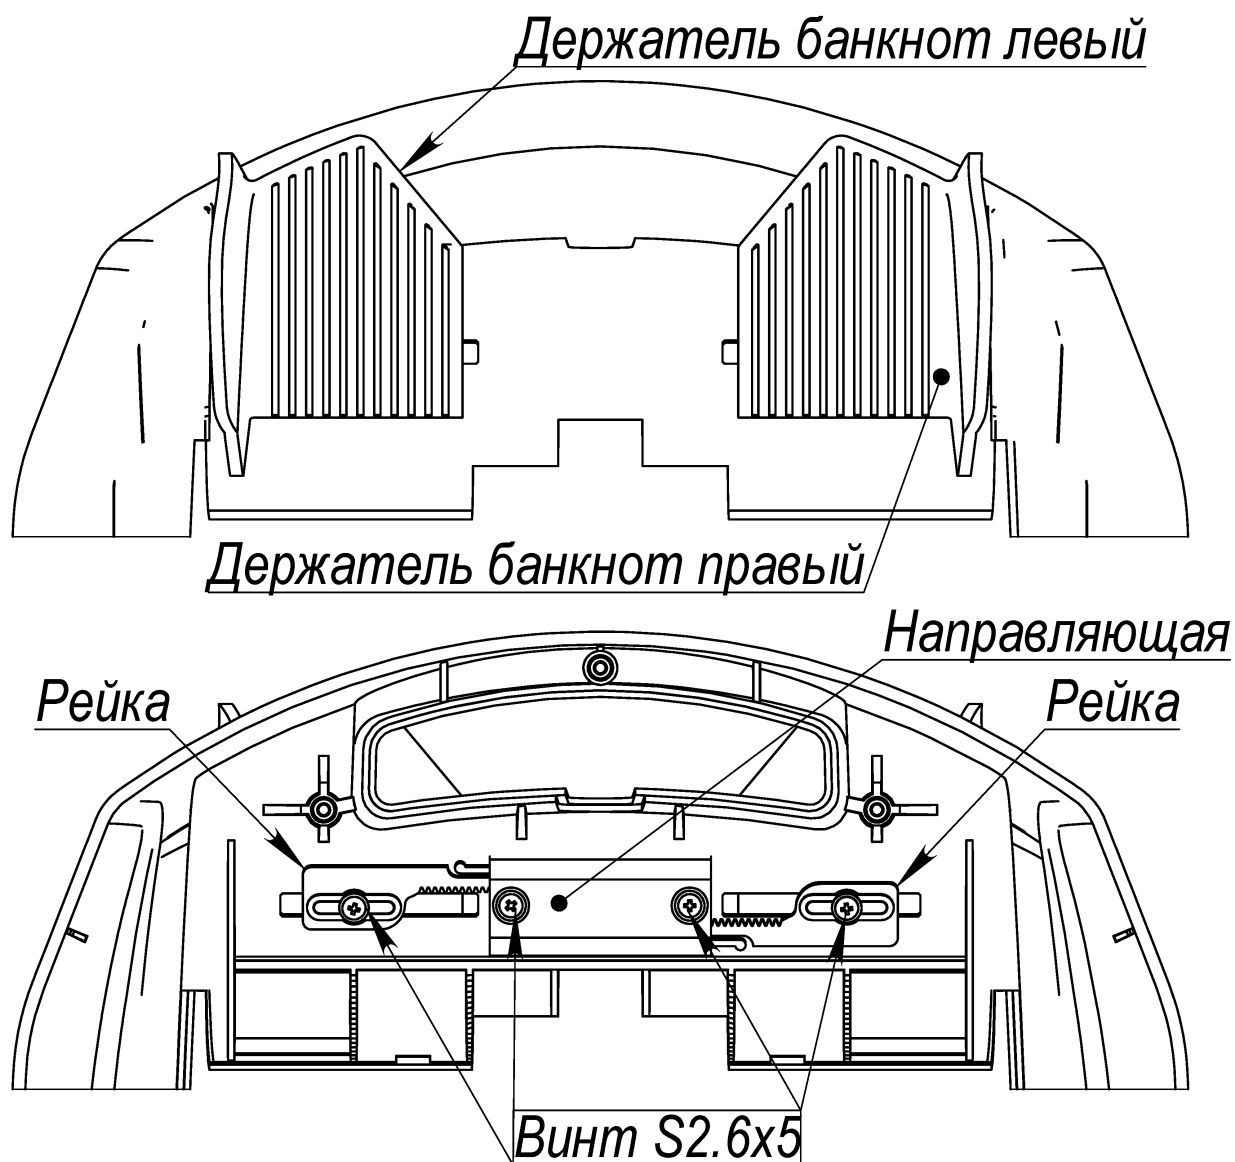
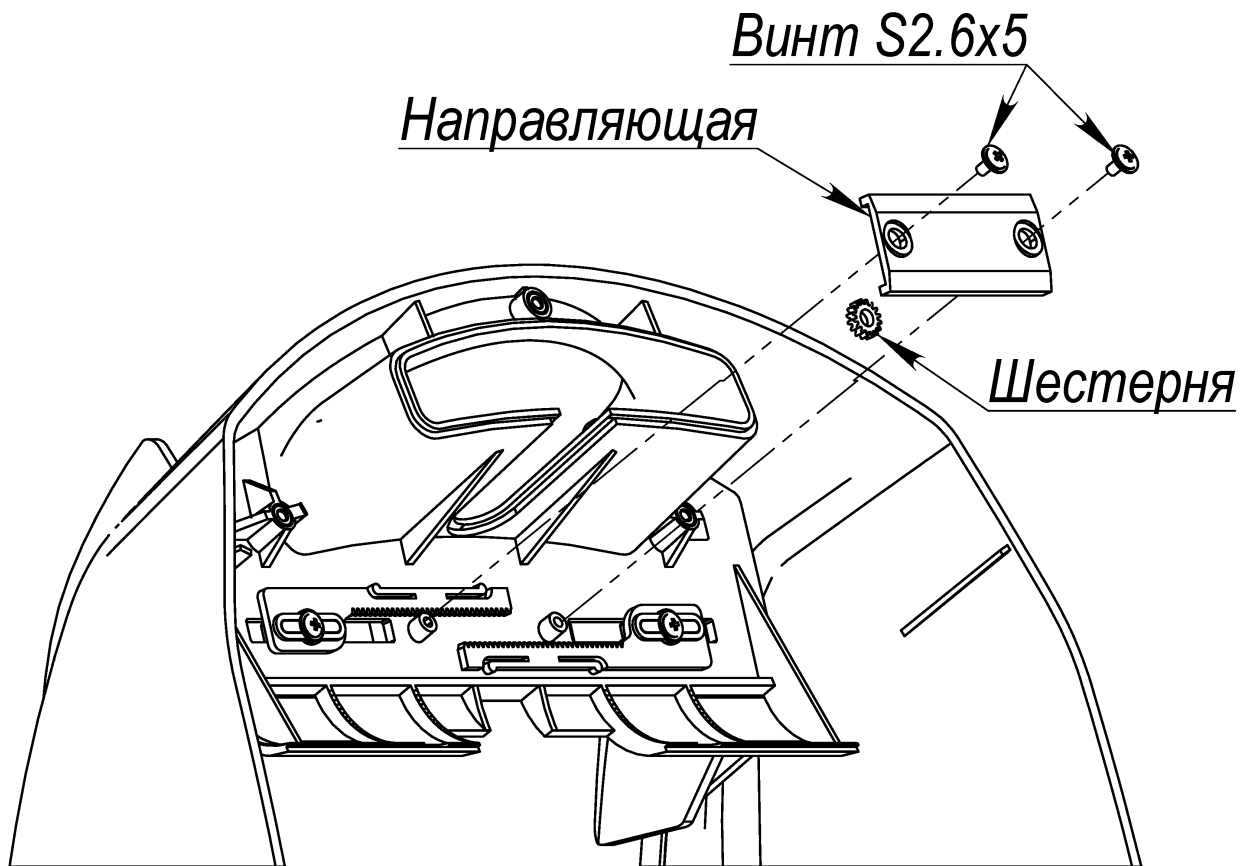

Рис. 116
Рис. 117
8.31.1 Вывинтить два винта S2.6x5 N0105 крепления направляющей к крышке передней, снять направляющую и шестерню (см. Рис. 116, Рис. 117).